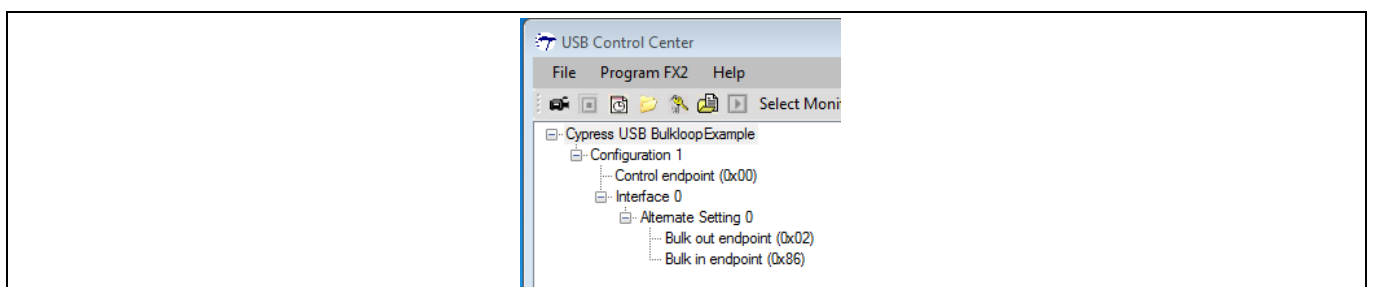

Figure 17 サンプル Bulkloop のデバイス内部
1. Control Center で Bulkloop 例のツリービューを拡大して、実施された BULK エンドポイントを表示します (**Figure 17**)。